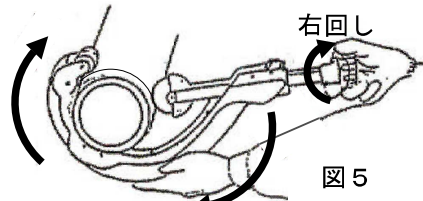

図5
- ⑥カッタを矢印の方向に回しながら、「握り」を右回しして徐々に切り込み切断して下さい。（図5）